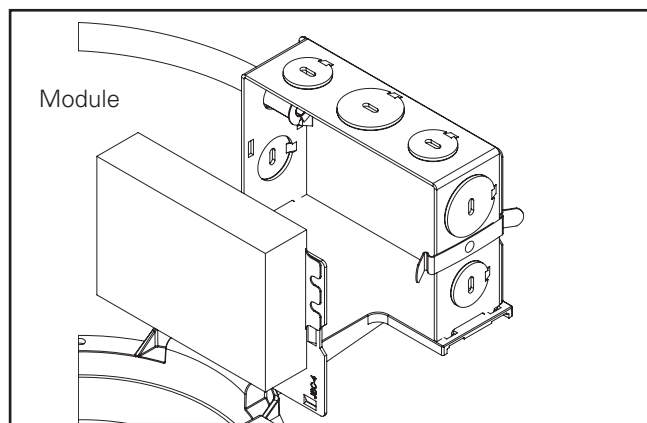

Figure 42
2. Retirez l'assemblage du pilote et du couvercle de la boîte de jonction. (Figure 42).